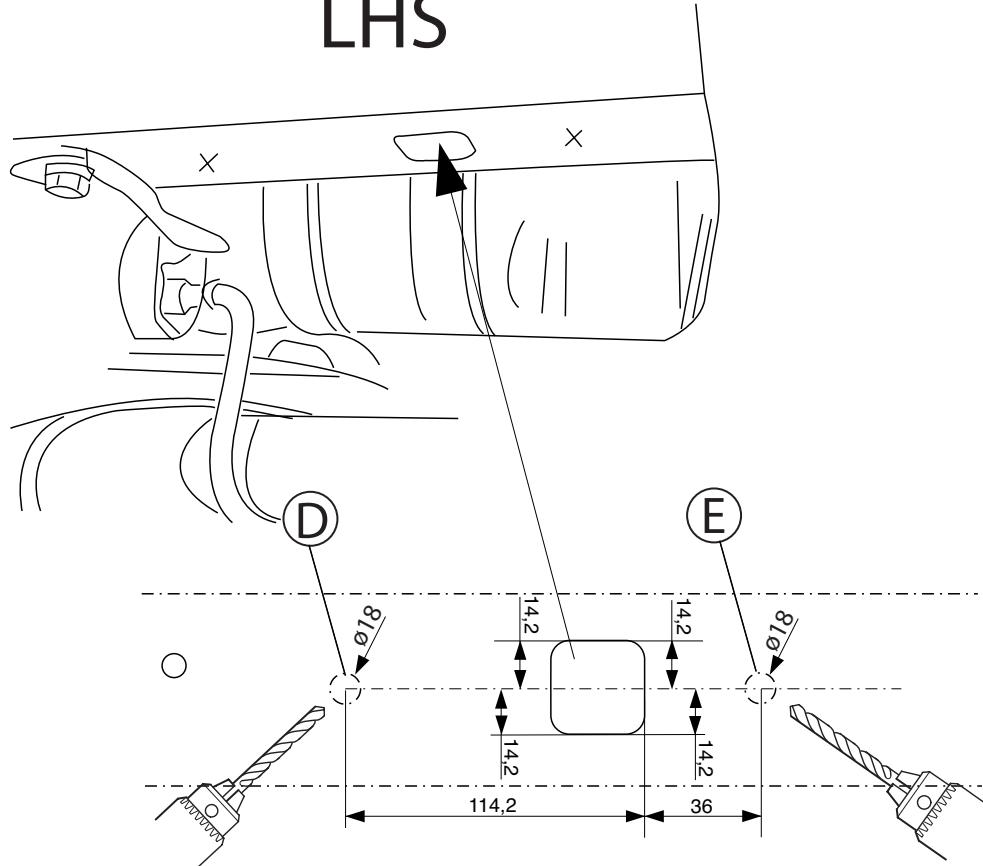

Fig.2a
3. Fúrja az alváz alsó részén található D és E lyukakat kb. 11mm-re. См. рисунок 2a и 2b
4. Nagyobbítsa a(z) D és E lyukakat 18mm-re. См. рисунок 2a и 2b.